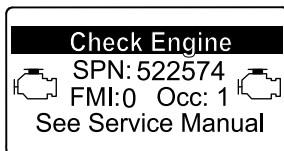

図 57
- エンジン警告 SPN 522574, FMI 0 図 57